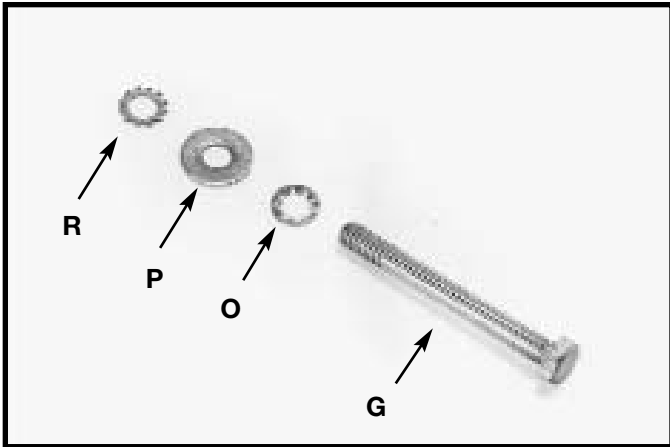

Fig. 10
3. Localiser la vis à tête hexagonale 1/4-20x2 po (G, fig. 10. Placer la rondelle à denture intérieure de 1/4 po (6,4 mm) (O), la rondelle plate M6.4 (P) et la rondelle à denture extérieure de 1/4 po (6,4 mm) (R) sur la vis (G).